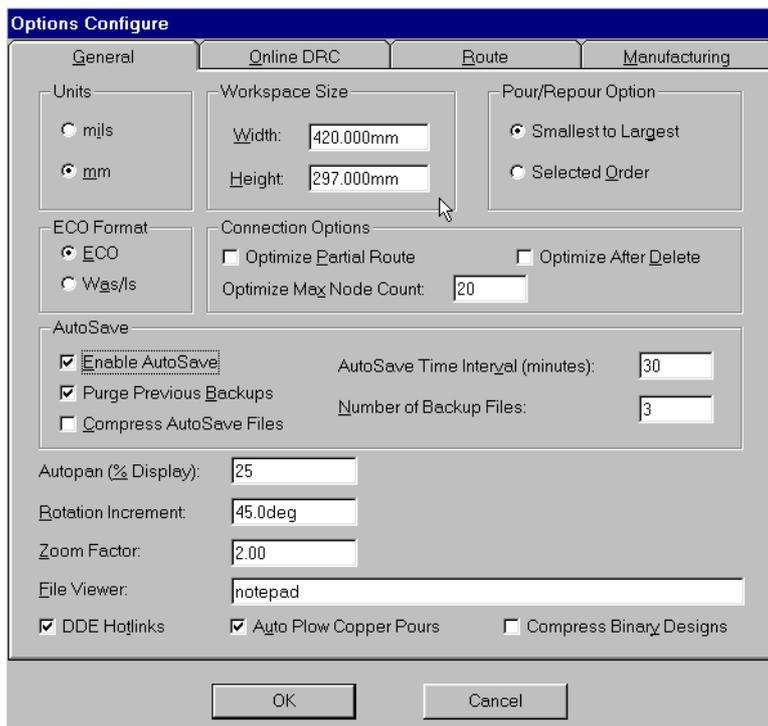

Рис. 7-2. Установка общих параметров редактора печатных плат РСВ
3) В рамке *Workspace Size* (размер рабочей зоны) в окнах **Width** (ширина) и **Height** (высота) установите значения, показанные на рис. 7-2.